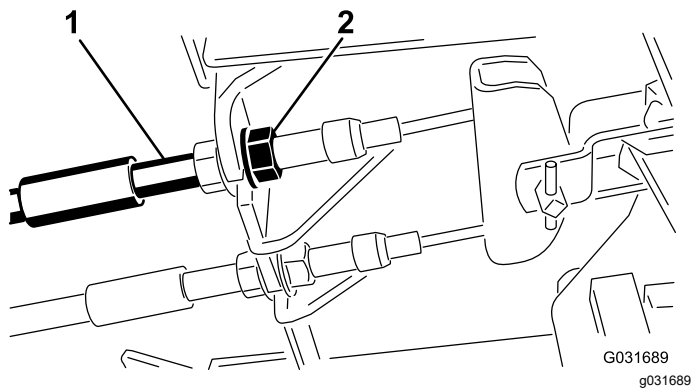

Figura 88
1. Pentru a reduce cursa liberă a pedalelor de frână, strângeți frânele slăbind piulia din față de la capătul filetat al cablului de frână (Figura 88).